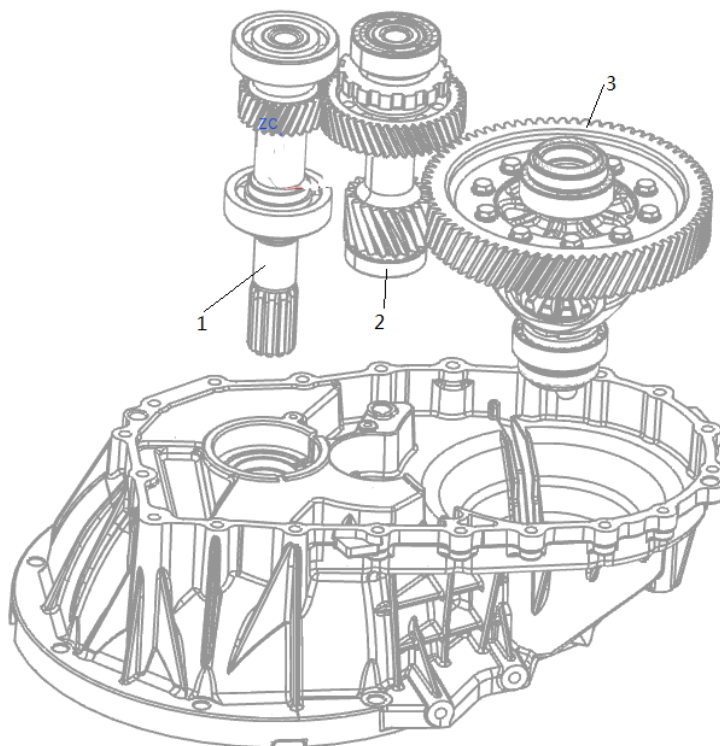

图17
- a) 分别将主轴组件 (1)、副轴组件 (2)、差速器 (3) 从前箱体中取出; (见图 17)